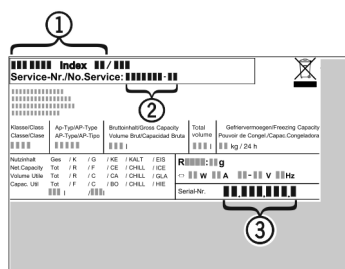

Fig. 7
- ▶ A készülék megnevezését Fig. 7 (1), a szerviz- Fig. 7 (2) és sorozatszámot Fig. 7 (3) a típus tábláról olvassa le. A típustábla a készülék belsejében baloldalon található.
- ▶ Értse meg a vevőszolgálatot a hibáról, és adja meg nekik a készülék megnevezését Fig. 7 (1), a szerviz- Fig. 7 (2) és a sorozatszámot Fig. 7 (3).